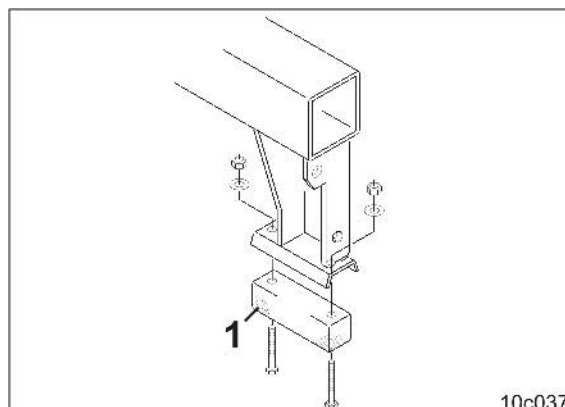

Fig. 95
- to kunststofstøtter (Fig. 95/1)